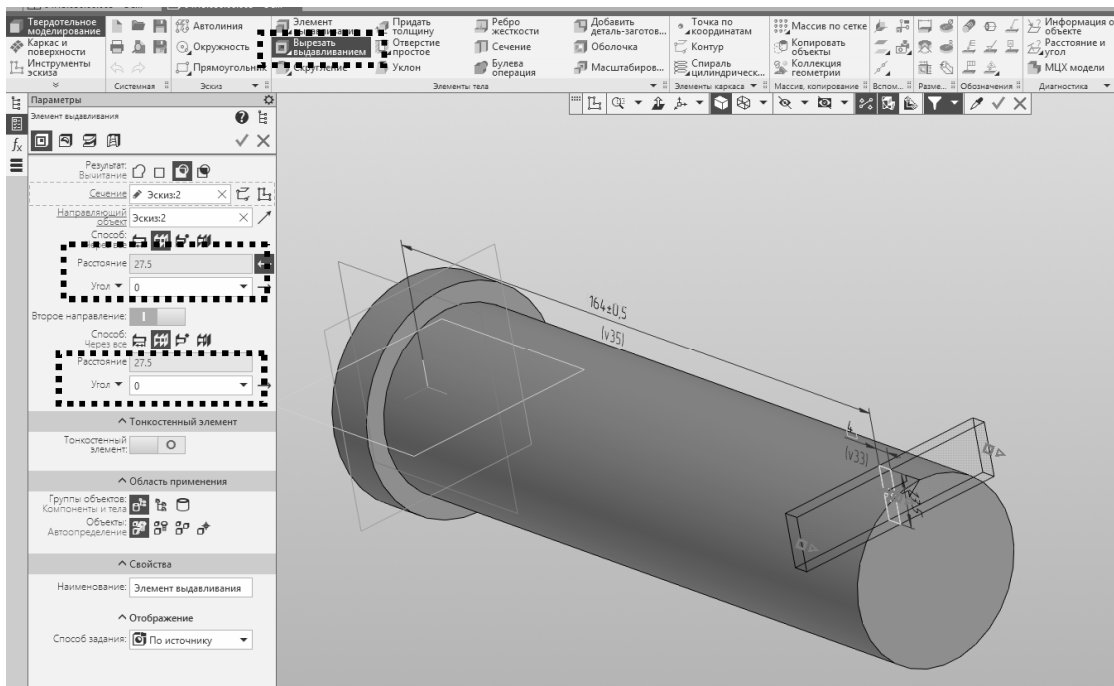

Рис. 1.41. Фантом детали при выполнении операции **Вырезать выдавливанием** с заданными параметрами
2. Выбрав **Эскиз:2** в дереве построения, примените команду «**Вырезать выдавливанием**» со следующими параметрами (рис. 1.41):